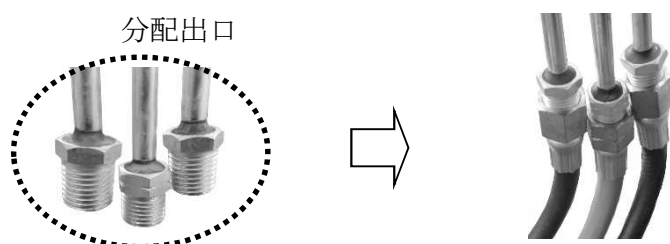

図 5
6)図 5 のように表 2 のゴムホースを 4N バルブと吹管あるいは分配出口へ接続して下さい。固定スパナを用いて、指を負傷しないように注意しながらガス漏れのないよう締め付けてください。